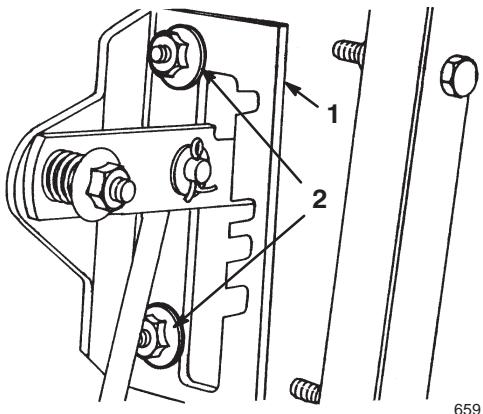
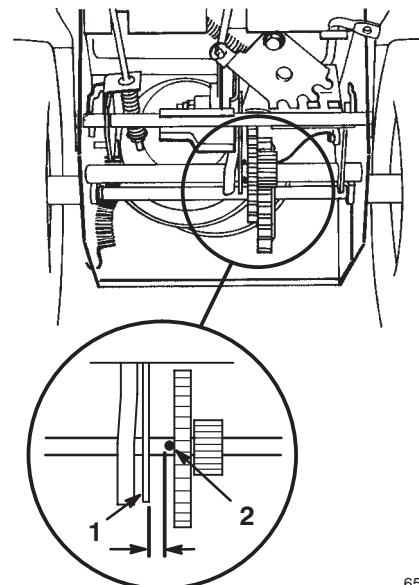

Bild 21
Bild 22
5. Lockern Sie die Bundmuttern, mit denen die Schalthebelplatte am Schaltbrett befestigt ist (Bild 21).
Hinweis: Der Antrieb sollte sich 3 mm vom Rollstift entfernt befinden. Ist dies nicht der Fall, verschieben Sie die Schalthebelplatte (Bild 21) soweit, bis der Abstand 3 mm beträgt. Siehe Bild 22.